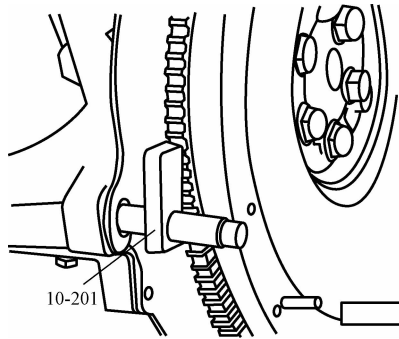

图 2-2 拆卸与安装飞轮
(1) 飞轮拆卸时,使用专用工具 10-201 卡住飞轮齿圈,拧下飞轮紧固螺栓,从曲轴上拆下飞轮,如图 2-2 所示。
(2) 拆卸飞轮内孔中滚针轴承时,使用专用工具 10-202。轴承标记必须打印在朝外一面。安装滚针轴承时,滚针轴承有字的一面向外,安装好后应清晰可见。安装时使用专用工具 VW207C。